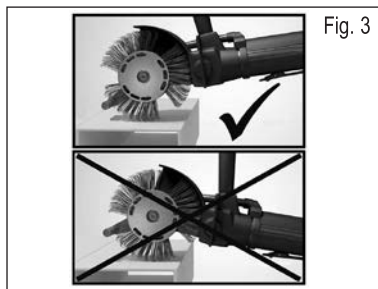

Fig. 3
5. For at opnå optimal effekt skal accelerationsstaven føres tæt hen over overfladen. Er accelerationsstavens afstand til overfladen for stor, aftager effekten mærkbart. **Se fig. 3.** En nærmere beskrivelse af arbejdsmåden for Bristle Blaster® følger af **den tilhørende DVD, eller se www.monti.de**.